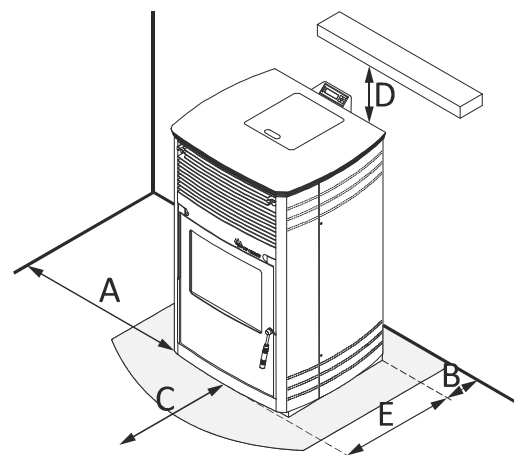

Figura 4
- 4.23.** Compruebe los espacios entre la estufa, el combustible y cualquier tipo de material inflamable, ver *figura 4*.